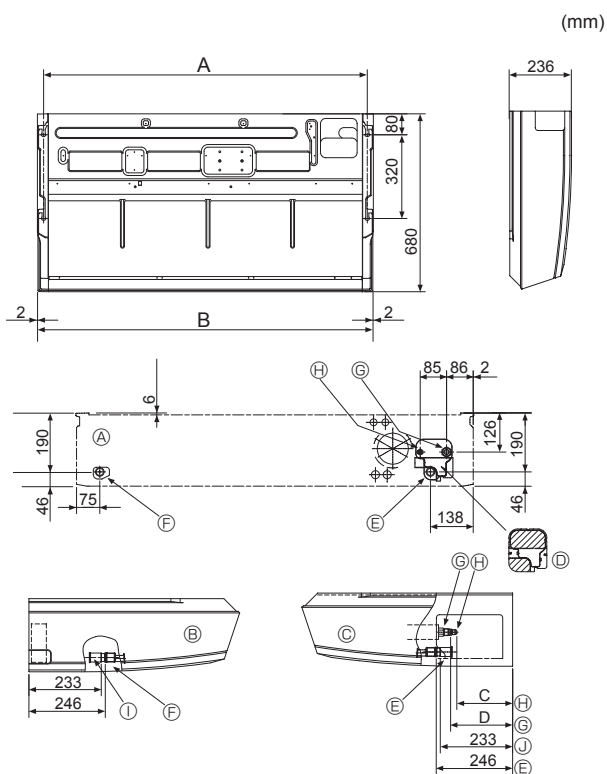

Fig. 3-2
①	Bricka	4 st
②	Rörskydd	1 st Stor storlek (för gasrör)
③	Rörskydd	1 st Liten storlek (för vätskerör)
④	Band	4 st
⑤	Rörmuff	1 st Märkt UNIT
⑥	Rörkåpa	1 st
⑦	Skydd för dräneringsrör	1 st
⑧	Flänsmutter	1 st ø6,35 (Endast M60)
3.2. Förberedelser för installation (Fig. 3-2)